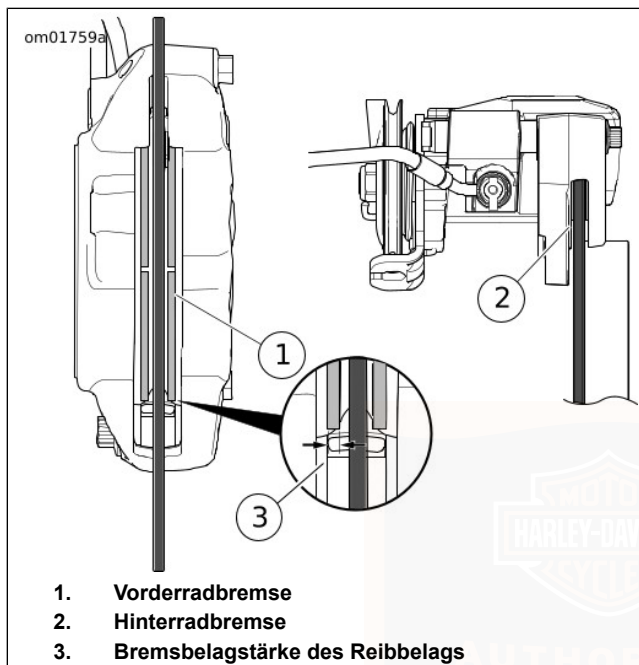

Abbildung 54. Bremsbelagmaterial
1. Siehe Abbildung 54. Die Bremsscheibe prüfen, wenn diese gedreht wird. Die Scheibe muss schlagfrei im Bremssattel laufen.